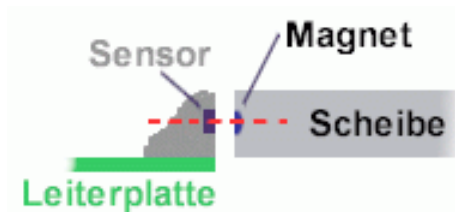

Abbildung 5 Korrekte Ausrichtung
- Dabei darauf achten, dass sich die Magnete in dem Magnetring auf Höhe des Sensors befindet, siehe Abbildung 5 auf der nächsten Seite.